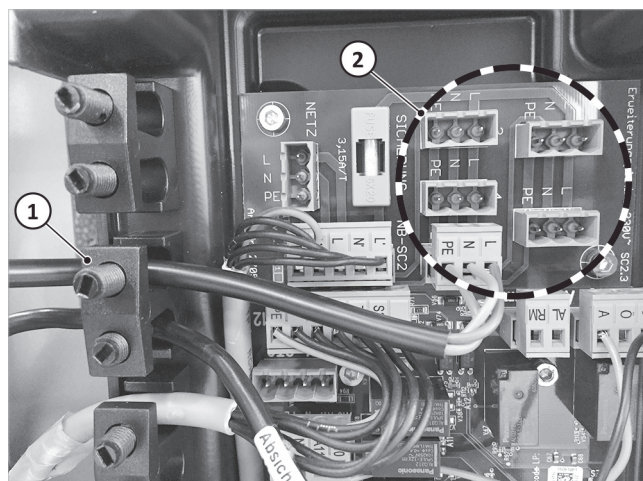

Fig. 12 : carte d'extension avec 5 emplacements possibles
5. Protéger le câble d'alimentation avec un dispositif anti-traction → Fig. 12 (1).